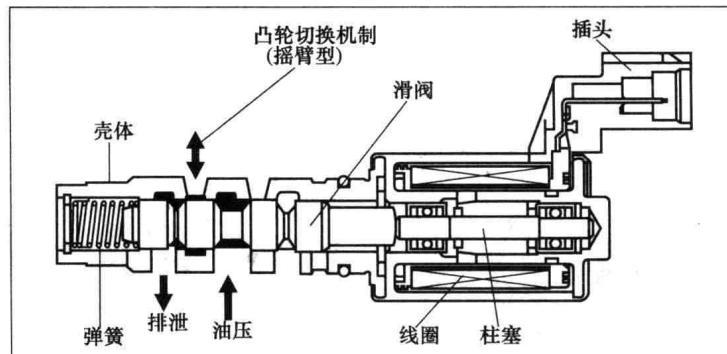

图 1-11 油控阀
(2) VVT-i 机油控制阀 用于实施对凸轮转换机构高速凸轮侧的油压进行控制。其结构组成类似于 VVT-i 控制器机油控制阀，不同之处是滑阀上有三个油口：一个为压力油入口，与润滑系统主油路相连；一个为控制油口，与凸轮转换机构的高速凸轮控制装置相连；一个为回油口（见图 1-11）。